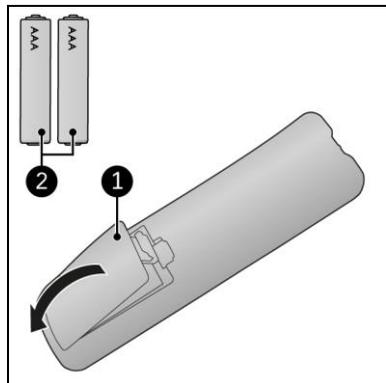

Abbildung 17
1. Entfernen Sie die Abdeckung (Abbildung 17, Pos. 1).
3. Legen Sie zwei Batterien (AAA 1,5V) (Abbildung 17, Pos. 2) wie im Batteriefach angegeben ein. Stellen Sie sicher, dass die Batterien richtig eingelegt sind.